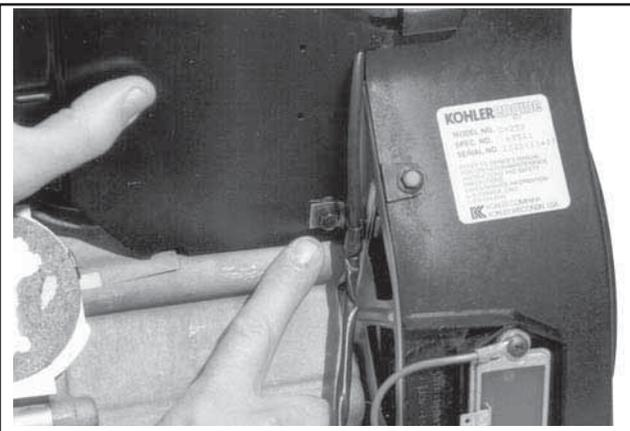

Figure 9-34. Noter la position des deux vis courtes.
4. Retirer les trois (par côté) vis hexagonales à embase fixant les déflecteurs externes. Noter la position de chaque sangle de levage et celle des deux vis courtes (une de chaque côté dans la partie inférieure) pour le remontage. Voir la Figure 9-34.